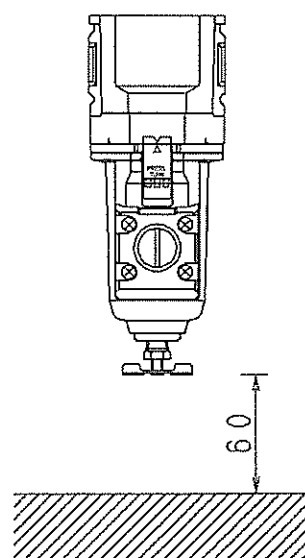

図4
- 4) 分解掃除の際、部品が取り外せるようにボウルの下側に60mm以上のスペースをとっておいてください。（図4 参照）